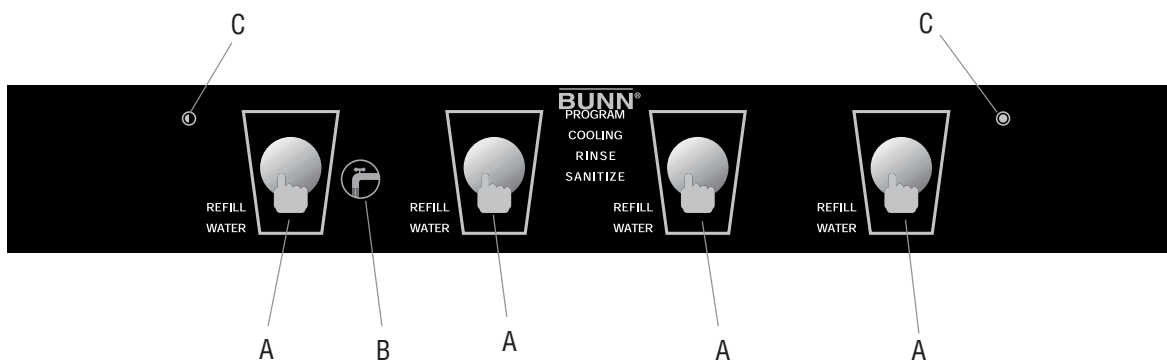
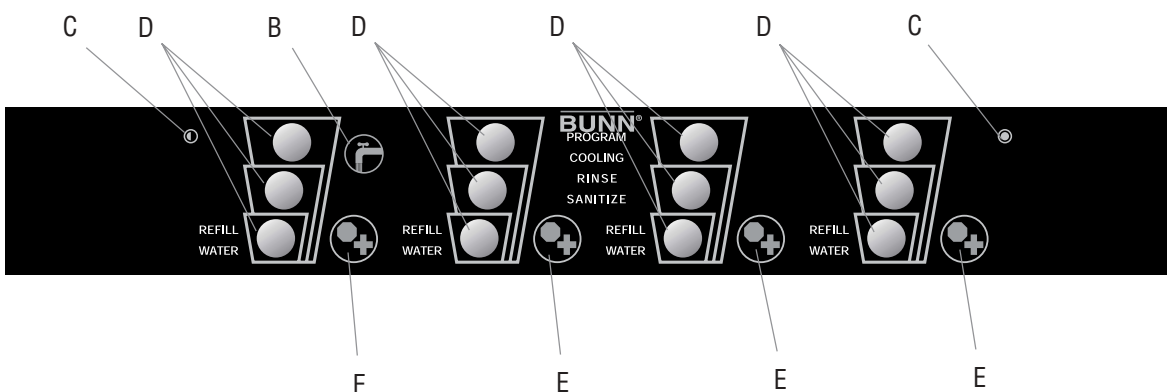

FIG 4 Modelos de Pulsación y Retención.
FIG 5 Modelos de Control de Porciones
Pulse y mantenga pulsado el Interruptor de Distribución del Producto (“Product Dispense Switch”) Fig 4, hasta que el concentrado se distribuya desde la tobera de distribución.
Pulse y mantenga pulsado el Interruptor de +/Parada (+/STOP) Fig 5, hasta que el concentrado se distribuya desde la tobera de distribución.
### **Modelos Pulse y Retenga** (Consulte la Fig 4)
### **Modelos de Control de Porciones** (Consulte la Fig 5)
5. Pulse y libere el Interruptor de Distribución de Producto (“Product Dispense Switch”) apropiado.”Fig 4. Esto iniciará un ciclo de enjuague temporizado. Los usuarios del control de porciones pueden pulsar cualquiera de los 3 Interruptores de Distribución de Producto (“Product Dispense Switches”) Fig 5, para comenzar un ciclo de enjuague temporizado.
5. Pulse y mantenga pulsado el interruptor de higienización (“Sanitize Switch”) de la Fig 4, ubicado en la parte frontal izquierda de la base, durante 5 segundos. El indicador de higienización (“SANITIZE”) en el panel delantero comenzará a destellar y el biper sonará dos veces indicando que ingresó a la modalidad de higienización. FIG 6 Interruptor de Distribución/Enjuague.